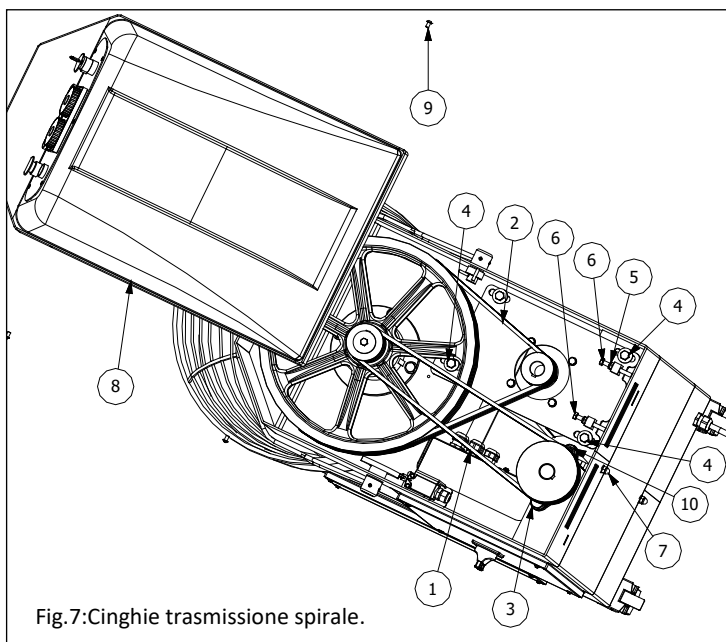
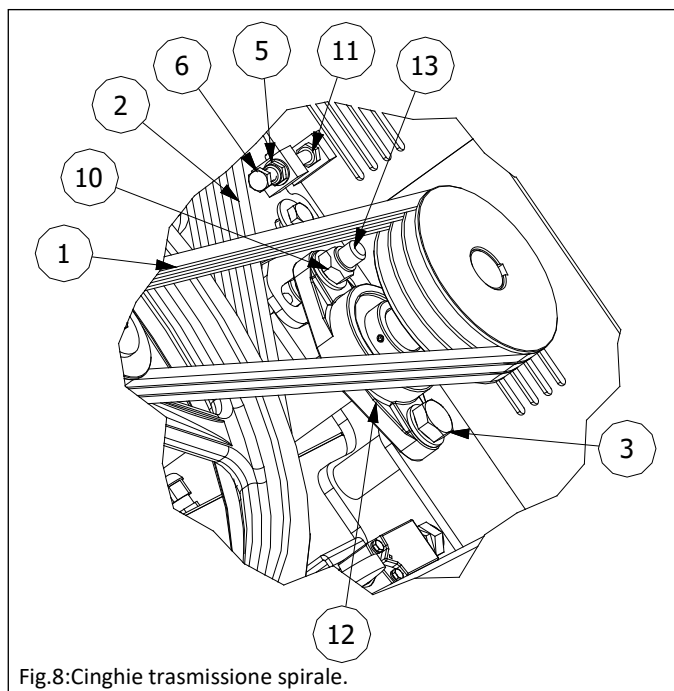

Fig.7:Cinghie trasmissione spirale.
Fig.8:Cinghie trasmissione spirale.
- Verificare che i dadi di bloccaggio, Pos.11 fig.8, della viti Pos.6 risultino serrati.
Per la manutenzione delle cinghie trasmissione vasca vedere la figure 7,8,11,12.
- si allenta la vite Pos. 3 fig.8 e il dado autobloccante Pos.10
Per la manutenzione delle cinghie trasmissione vasca vedere la figure 7,8,13,14.
- si allentano i dadi Pos. 10, fig.8,
- si sblocca il dado Pos. 61 fig.8,
Il nippolo di ingrassaggio "N.I." è indicato nella figura accanto. I supporti sono due uno nel vano testata Pos.12 fig.8 e uno nel vano Basamento fig.12. Sono raggiungibili, rispettivamente, smontando il carter testata Pos.8 fig.7 e il carter di ispezione cinghie basamento Pos.13. fig.9.